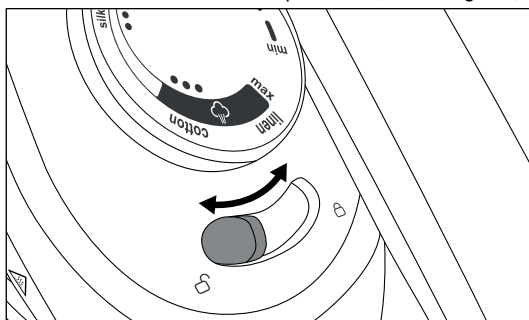

Fig. 14
- ◆ Prima di trasportare l'apparecchio, spostare l'interruttore di blocco **4** del ferro da stiro verso il simbolo del lucchetto chiuso  (vedere fig. 14). Il ferro da stiro si blocca saldamente sulla superficie di appoggio **6** e non può cadere.
- ◆ Per annullare il blocco, spingere l'interruttore di blocco **4** del ferro da stiro verso il simbolo del lucchetto aperto  (vedere fig. 14).